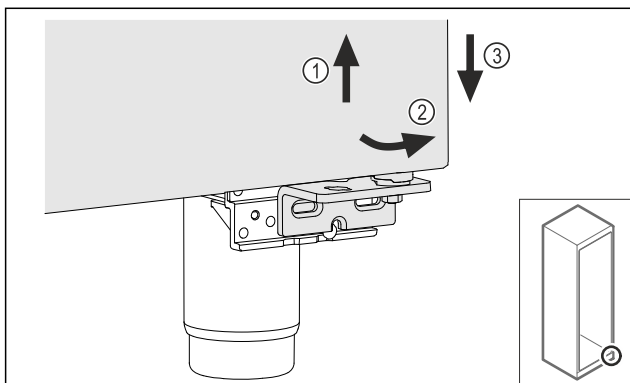

Fig. 11
- ▶ Немного приподнимите дверь Fig. 11 (1), наклоните снизу вперед Fig. 11 (2) и опустите Fig. 11 (3).